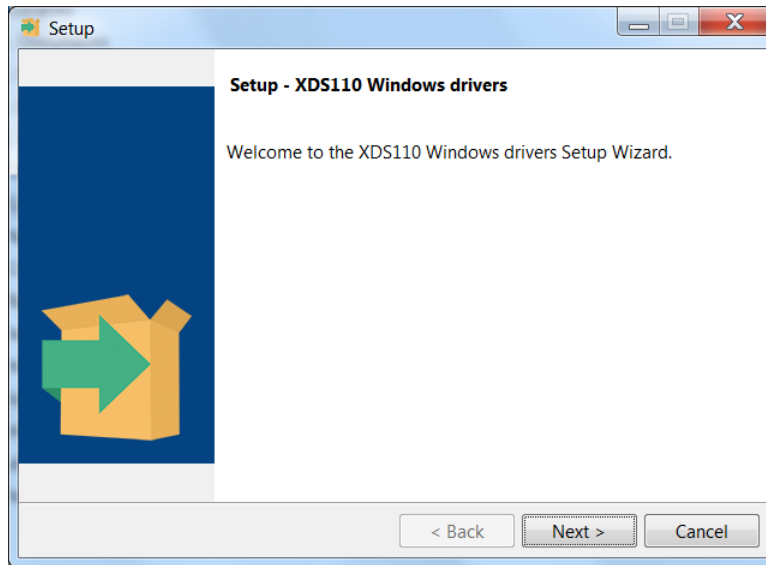

图 5. XDS110 驱动程序安装向导
1. 在管理员模式下运行安装程序，然后单击下一步 (Next) 按钮（图 5）。